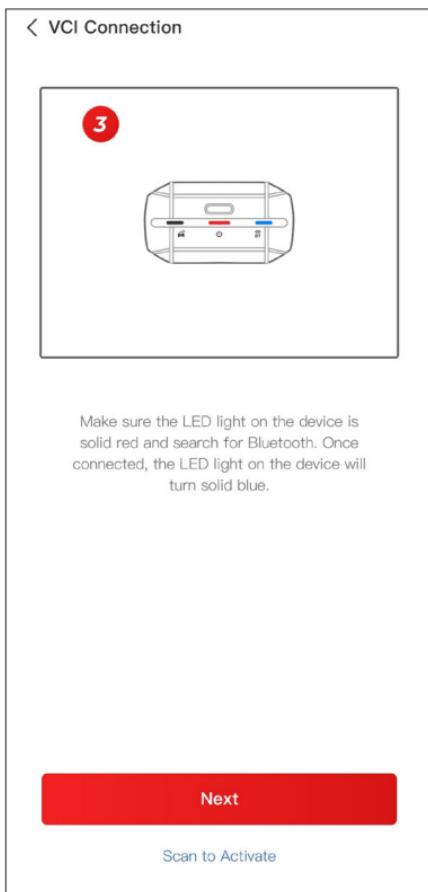

Figura 3-6
③ Asegúrese de que la luz LED del dispositivo esté roja sólida y busque Bluetooth. Una vez conectado, la luz LED del dispositivo cambiará a azul sólida (ver Figura 3-6).